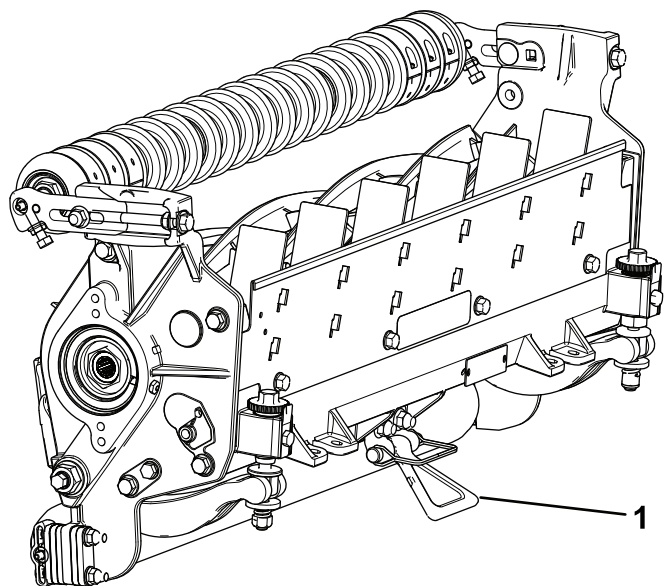

Figura 11
**Important:** Asigurați-vă că piulițele de la capătul posterior al uruburilor de reglare pentru bara de cadru nu sunt lipite de suprafața de lucru; folosiți suportul (Figura 11).